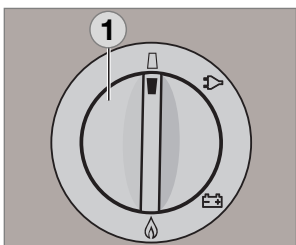

Fig. 33
- Positionnez le sélecteur de source d'énergie (1) sur la position " ETEINT ". L'appareil est déconnecté (Fig. 33).